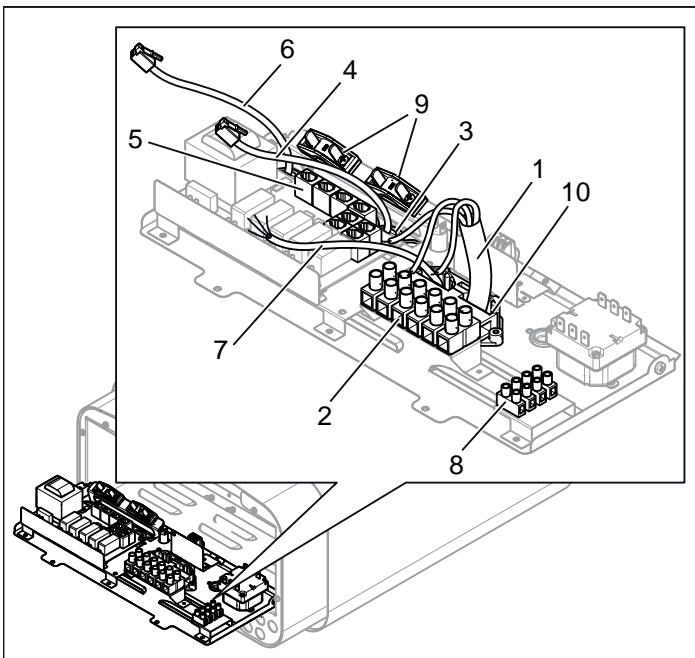
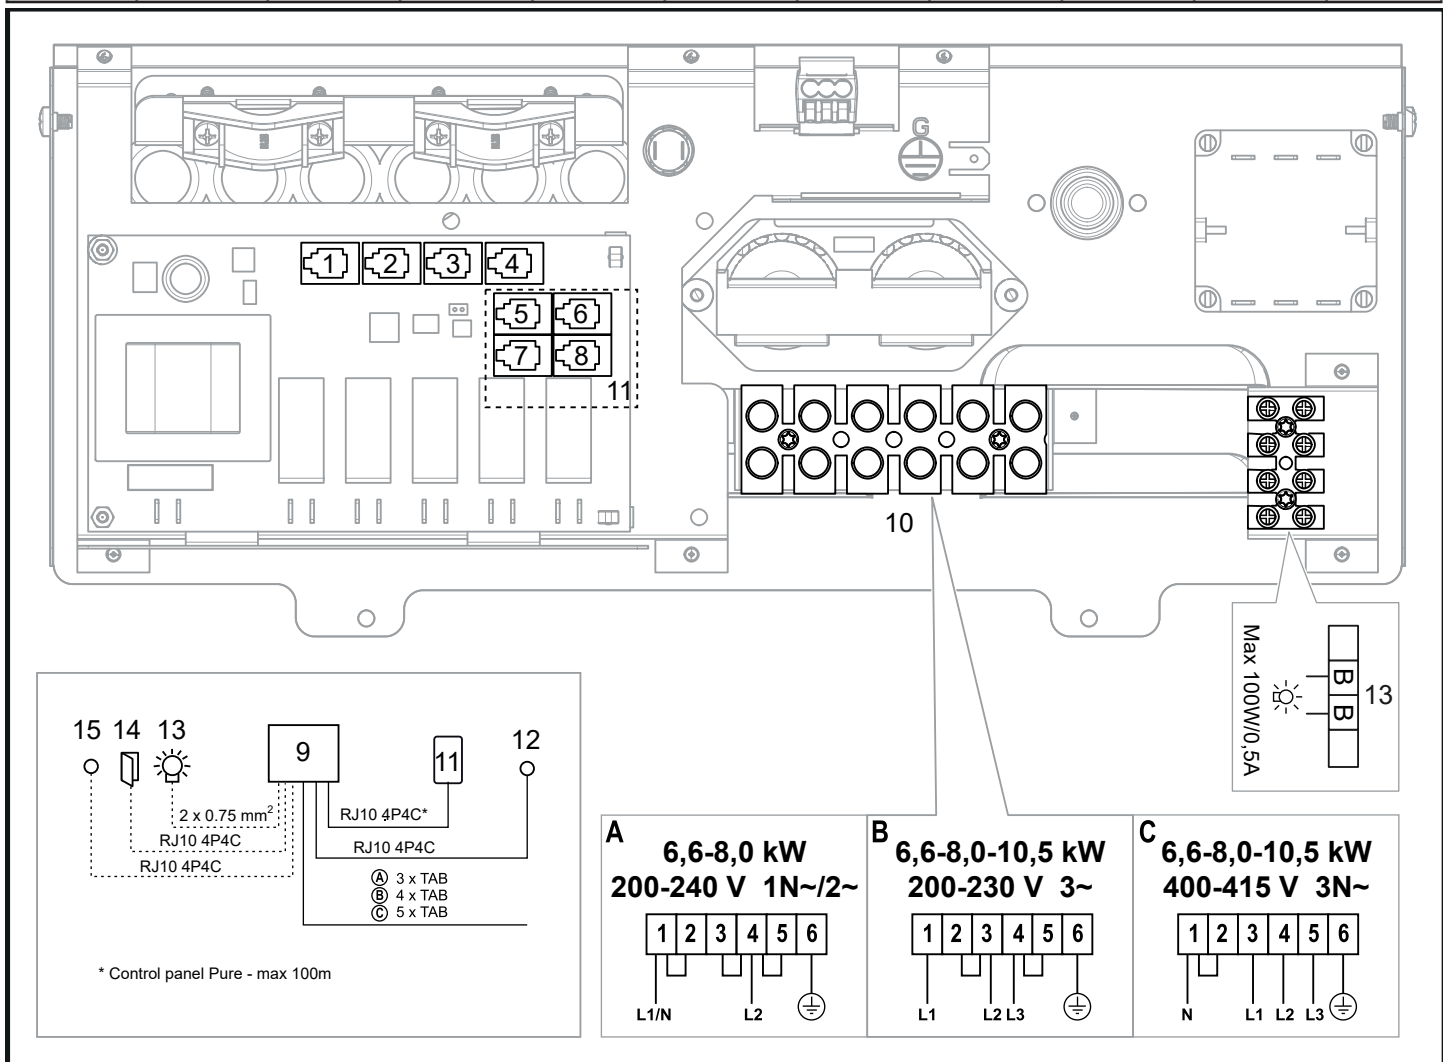

Рисунок 9: Монтажная плата
Рисунок 17: Схема соединений
3. Подключите провод (1) к соединению (2) (см. рис. 9) согласно схеме соединений (см. раздел «Подключение/схема соединений», страница 29).
- Протяните кабели к панели управления и датчику температуры через кабельные вводы (3). Подключите кабель панели управления (4) к одному из четырех контактов RS485 (поз. 5-8) (5) (см. рис. 9) в соответствии со схемой соединений (см. раздел «Подключение/схема соединений», страница 29).
- Подключите кабель датчика (6) к NTC-контакту на плате (поз. 1) (5) (см. раздел «Подключение/схема соединений», страница 29) в соответствии со схемой соединений (см. раздел «Подключение/схема соединений», страница 29).
- Подключите провод к соединению (7) см. рис. 9, к клеммнику (8) согласно схеме соединений, рис. 17, страница 29.
При подключении к источникам напряжения или при ином числе фаз, не указанном в схеме соединений, рис. 17, свяжитесь с технической службой Tujö.